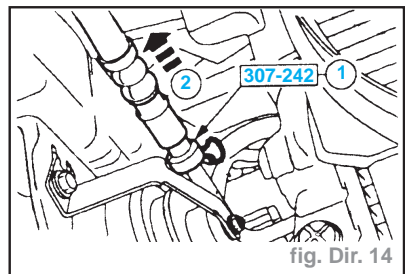

fig. Dir. 14
- insérer l'outil spécial dans le raccord rapide du flexible. (fig. Dir. 14),